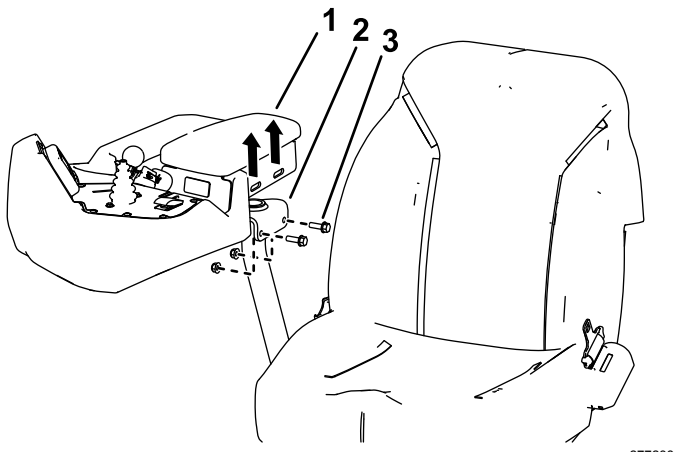

Bild 2
2. Entfernen Sie die zwei Flanschschrauben und Muttern, mit denen die Armlehne am Sitz befestigt ist (Bild 2). Bewahren Sie die Befestigungen auf.